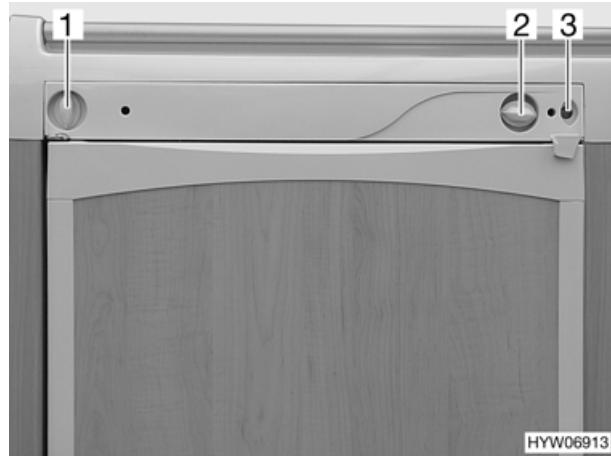

Bild 83 Bedienelemente für Kühlschrank (Variante 1)
- Energie-Wahlschalter (Bild 83,1) auf Gas  stellen.
- Drehregler (Bild 83,2) drücken und gedrückt halten. Gaszufuhr ist geöffnet. Zündvorgang erfolgt automatisch. Kontroll-Leuchte (Bild 83,3) blinkt und tickendes Geräusch ist hörbar, bis Zündvorgang erfolgreich abgeschlossen ist.
- Drehregler (Bild 83,2) noch 10 bis 15 Sekunden gedrückt halten, dann loslassen. Falls die Flamme erlischt, wiederholt das Zündgerät automatisch den Zündvorgang.
- Energie-Wahlschalter (Bild 83,1) auf "O" stellen. Das Gerät ist abgeschaltet.
- Energie-Wahlschalter (Bild 83,1) auf 230-V-Betrieb  stellen.
- Kühltemperatur mit dem Drehregler (Bild 83,2) einstellen.
- Energie-Wahlschalter (Bild 83,1) auf 12-V-Betrieb  stellen.